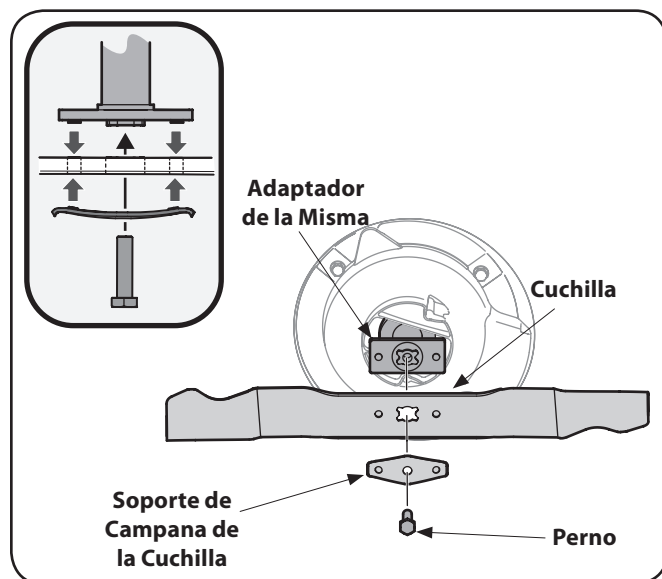

Figura 7-1
2. Saque el perno y el soporte de campana de la cuchilla que sostienen la cuchilla y el adaptador de la misma al cigüeñal del motor, Figura 7-1.
5. Instale la cuchilla con el lado marcado "Bottom" (inferior) o con el número de parte hacia el piso cuando la podadora está en posición de operación. Asegúrese que la cuchilla quede alineada y asentada en las bridas del adaptador. Vea Figura 7-1 inserción.